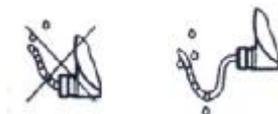

图 15
- Y 将防水接头拧紧，并保证线缆在进入防水接头之前必须向下压弯，以确保水汽不会顺着线缆进入壳体内（如图 15 所示）。